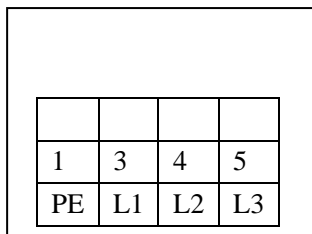

Рис. 22
- Подключение силового провода: подключить трехфазный четырехжильный силовой провод 400В (4×2,5мм2) к контактам ввода L1, L2, L3 и PE в шкафу управления; подключить в первую очередь провод заземления PE к выводу с символом заземления (рис. 22), вывод с символом заземления находится на нижней части обеих платформ.